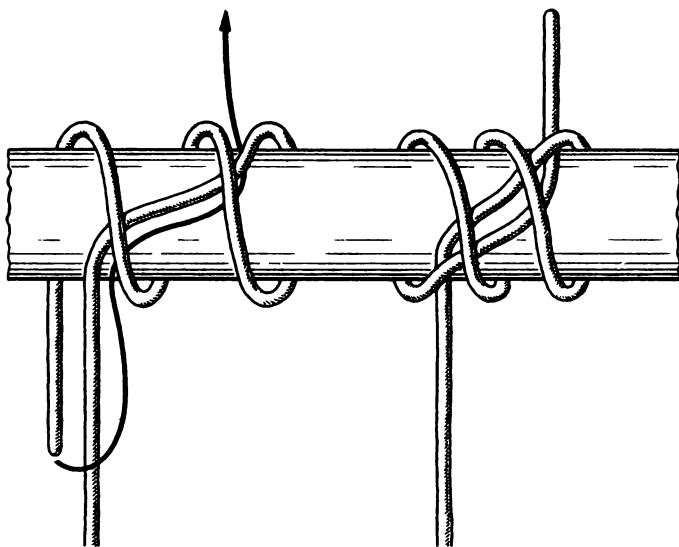

Рис. 51. Двойной «констриктор»
**Двойной «констриктор»** (рис. 51). Хотя этот узел сложнее только что описанного, затягивается он еще сильнее. Он, как и одинарный «констриктор», считается незаменимым затягивающимся узлом для быта.